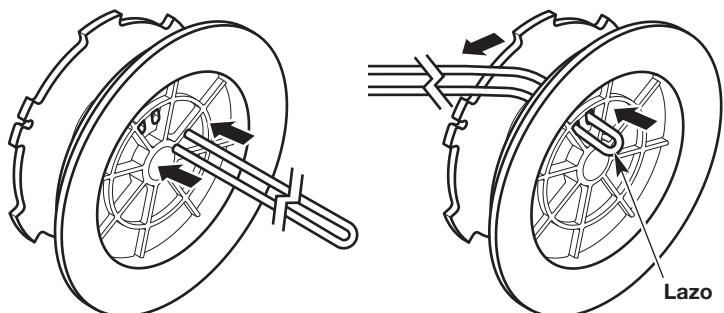

Fig. 30
- Inserte los dos extremos del hilo a través de los dos orificios del carrete interior (Fig. 30). Tire del hilo a través del carrete interior de manera que el lazo sea lo más pequeño posible (Fig. 30). Asegúrese de que los extremos del hilo sean de igual longitud.